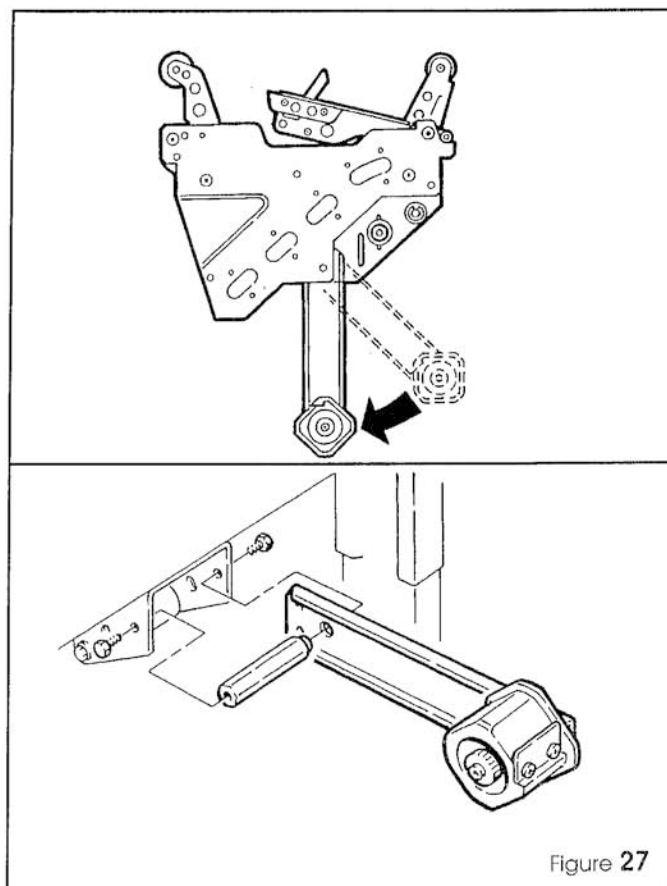

Figure 27
- 4 - Installer et fixer l'unité support du tambour du ruban sur la sortie du cadre inférieur, comme indiqué sur la Figure 27
- 4 - Installeer de steunarm met plakbandafwikkelrol in de uitsparing onder aan het frame en zet het geheel met schroeven vast. Zie Figure 27.